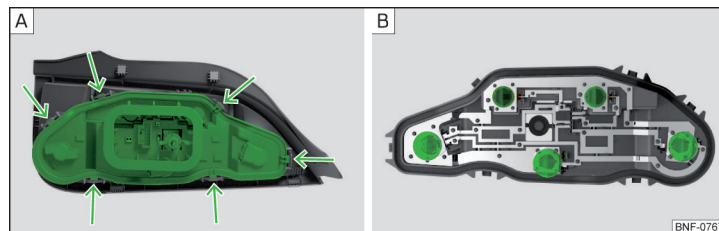

Fig. 180 Parte interna delle luci
- Premere le linguette di bloccaggio sul portalampada » fig. 180 - **A** ed estrarre il supporto dalle luci.
- Ruotare la relativa lampadina fino all'arresto **in senso antiorario** ed estrarla dal supporto » fig. 180 - **B**.